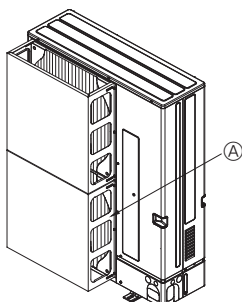
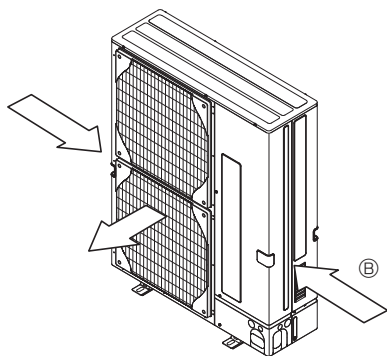

Fig. 2-4
Fig. 2-5
- ② Monter en luftkanal (ekstrauststyr) hvis enheten monteres på et sted der sterk vind fra en orkan osv. kan komme direkte inn i luftutløpet. (Fig. 2-4)
- ④ Veiledning for luftbeskyttelse
- ③ Posisjoner enheten slik at luftutløpet står vinkelrett på den rådende vindretningen for årstiden, hvis det er mulig. (Fig. 2-5)
- ⑤ Vindretning